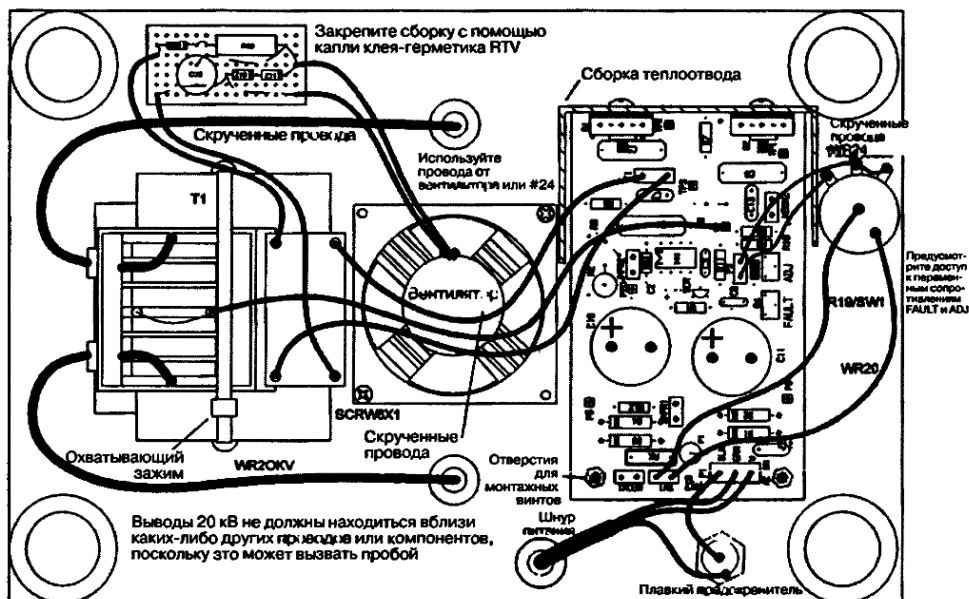

Рис. 19.4. Размещение компонентов на плате PCB и внешние подключения второй стадии, вид снизу
4. Соберите остальные детали, как показано на рис. 19.4 и 19.5, прочитайте все специальные замечания и условия.